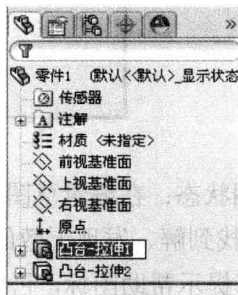

图 1-9 FeatureManager 设计树更改项目名称
(1) 以名称来选择模型中的项目：即可以通过在模型中选择其名称来选择特征、草图、基准面、及基准轴。SolidWorks 在这一项中很多功能与 Window 操作界面类似，比如在选择的的同时按住 Shift 键，可以选取多个连续项目。在选择的同时按住 Ctrl 键，可以选取非连续项目。
(2) 确认和更改特征的生成顺序。在 FeatureManager 设计树中利用拖动项目可以重新调整特征的生成顺序，这将更改重建模型时特征重建的顺序。
(3) 通过双击特征的名称可以显示特征的尺寸。
(4) 如要更改项目的名称，名称上缓慢单击两次以选择该名称，然后输入新的名称即可，如图 1-9 所示。
(5) 压缩和解除压缩零件特征和装配体零部件，在装配零件时是很常用的，同样，如要选择多个特征，请在选择的时候按住 Ctrl 键。
(6) 用右键单击清单中的特征，然后选择父子关系，以便查看父子关系。
(7) 单击右键，在树显示里还可显示如下项目：特征说明、零部件说明、零部件配置名称、零部件配置说明等。
(8) 将文件夹添加到 FeatureManager 设计树中。